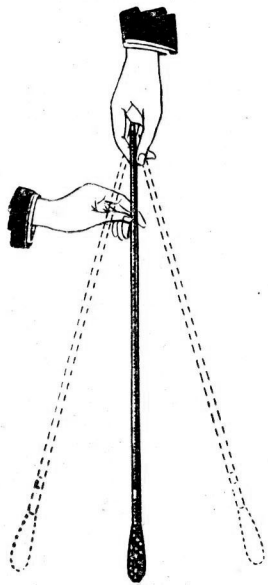
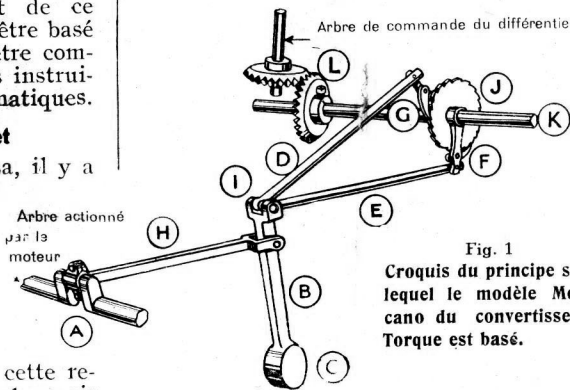

Fig. 2
Fig. 1
nescio nous a informés qu'il lui était impossible d'expliquer d'une manière précise comment il obtient ses résultats, sans se lancer dans les mathématiques supérieures ou dans des explications techniques très spéciales. Puisque l'inventeur lui-même jugea impossible de fournir ces renseignements, nos lecteurs comprendront les difficultés que nous rencontrons en essayant d'expliquer le principe du convertisseur Torque! Nous nous proposons donc de simplifier les choses en bornant nos explications au fonctionnement du modèle de convertisseur fait avec Meccano. Toutefois, nous insistons de nouveau sur le fait que ce modèle n'est pas la reproduction exacte du dispositif réel, c'est un modèle qui démontre le principe du fonctionnement du convertisseur. La figure 1 montre le fonctionnement du modèle. La manivelle (A) actionnée par le moteur, est reliée à un levier (B) à l'extrémité inférieure duquel est fixé un poids lourd (C) qui forme un balancier. L'autre extrémité du levier (B) est reliée à deux tringles (D et E) qui portent les cliquets (F et G), lesquels entraînent une roue à rochet (7). De cette manière, le mouvement est communiqué à la tringle (K) et au différentiel de l'essieu-arrière (il n'est pas montré sur la figure) à l'aide d'engrenages coniques et de l'arbre (L). Peu importe si les tringles (D et E) sont poussées du côté de la roue à rochet ou en sont éloignées, le
Nos lecteurs se feront une idée plus précise du principe du fonctionnement du convertisseur en prenant une canne avec une lourde pomme et en la suspendant, la pomme en bas, comme le montre la figure 2. Avec votre main gauche, saisissez la canne à quelques centimètres de distance de l'extrémité et balancez-la doucement. Remarquez qu'elle se balance régulièrement et pivote entre le pouce et un autre doigt de la main droite.
convertisseur Torque de Contantinesco et le modèle Meccano fonctionne en s'appuyant sur ce même principe. Dans ce dernier, la main qui remue la canne est remplacée par la bielle (H) (fig. 1) accouplée à une manivelle (A). La main qui jouait le rôle de pivot est remplacée par le boulon (I) qui porte
Les conditions de notre analogie de la figure 2 se trouvent rétablies lorsque le poids (C) (fig. 1) se balance sans communiquer aucun mouvement à l'arbre, par l'intermédiaire des cliquets. D'autre part, lorsque la voiture se déplace rapidement, le point d'appui s'éloigne et le poids (C) devient le pivot, car il lui est impossible de répondre avec assez de rapidité aux mouvements répétés de la tringle (H).
Dans la figure 1 et dans notre modèle, nous avons utilisé un mécanisme d'encliquetage composé de cliquets et d'une roue dentée. Toutefois, il est à noter que dans le véritable convertisseur Torque, les roues à rochet et les roues dentées ne sont pas employées pour la commande. Celles-ci sont remplacées par un dispositif particulier qui fait l'objet d'un brevet spécial.